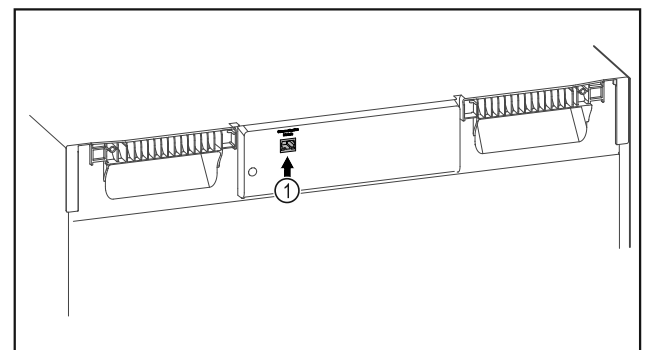

Fig. 115
- ☐ Le SmartModule Fig. 115 (1) est installé.